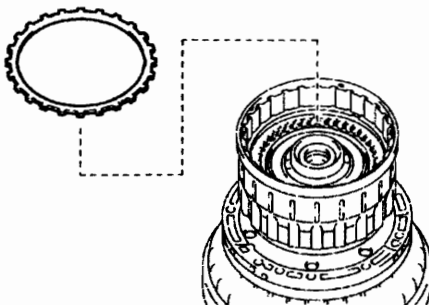
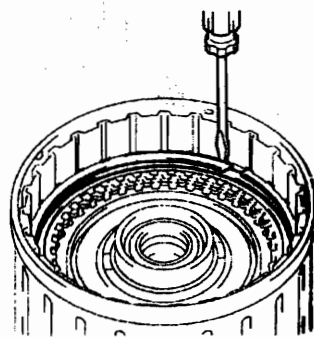
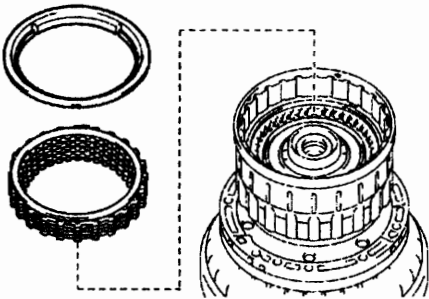

图 12-1-136
图 12-1-137
图 12-1-151
(17) 如图 12-1-136 所示, 从离合器鼓总成上拆下倒挡离合器法兰。
(18) 拆下直接挡离合器盘。
①如图 12-1-137 所示, 用螺丝刀从离合器鼓总成上拆下两个孔卡环。
②如图 12-1-137 所示, 用螺丝刀将 2 个孔卡环安装到离合器鼓分总成上。
(7) 如图 12-1-136 所示，将倒挡离合器法兰安装到离合器鼓分总成上。
(8) 安装倒挡离合器反冲套筒。
①如图 12-1-151 所示，将倒挡离合器反冲套筒、离合器缓冲片、倒挡离合器法兰、5 个倒挡离合器盘和 4 个离合器片安装到倒挡离合器毂上。
②如图 12-1-151 所示，从倒挡离合器毂分总成上拆卸倒挡离合器反冲套筒、离合器缓冲片、倒挡离合器法